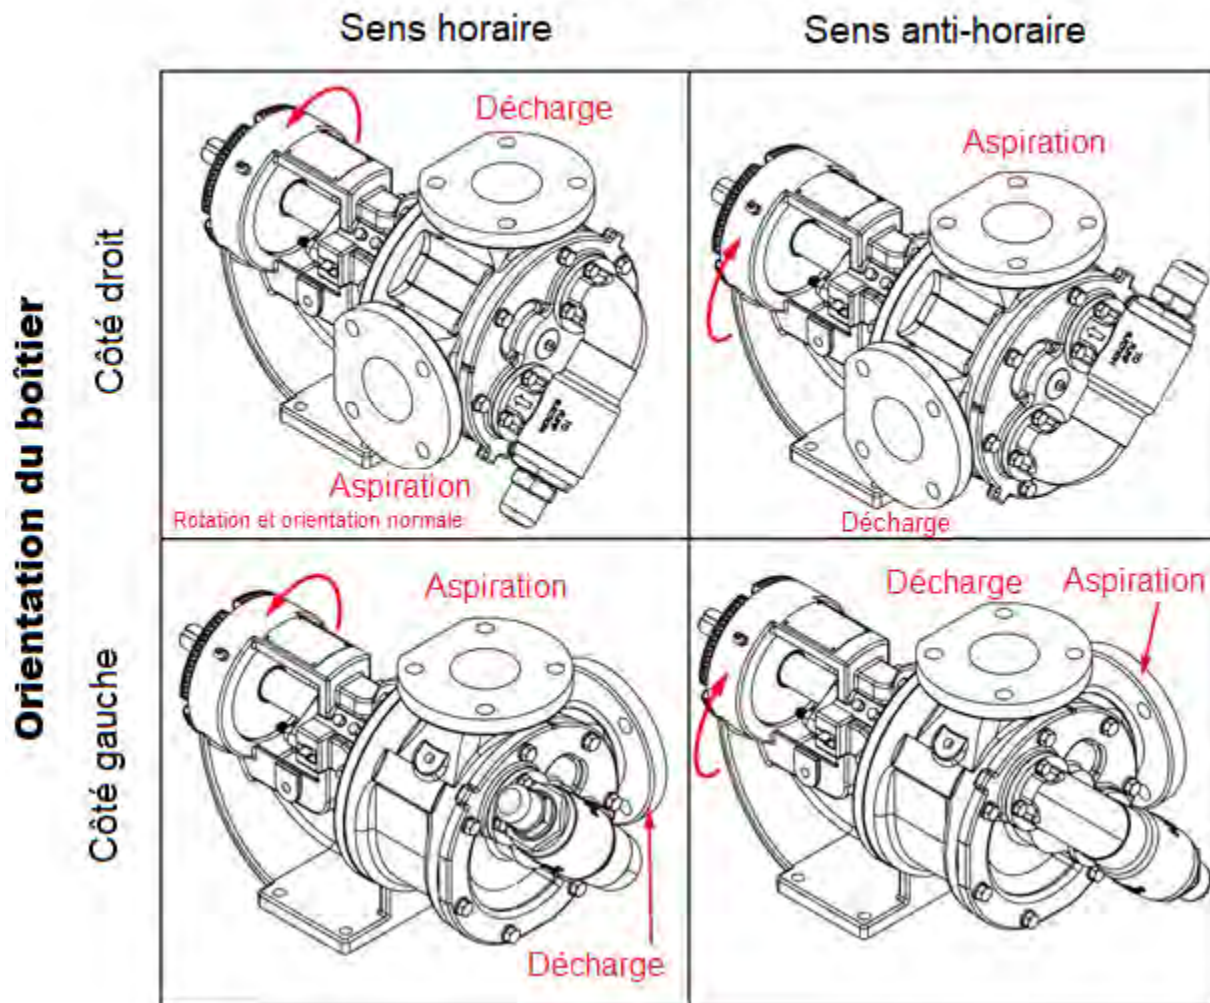

Figure 6-4: Configurations des sections humides
Il existe quatre différentes configurations de section humide pour la pompe VV40. Se référer à la Figure 6-4 pour les différentes configurations. Les configurations dépendent de deux variables, l'orientation du boîtier et la rotation de l'arbre. Il est important de comprendre les configurations pour l'installation du boîtier sur le
La pompe peut fonctionner aussi bien dans le sens des aiguilles d'une montre ou dans le sens contraire des aiguilles d'une montre. L'orifice souhaité pour l'aspiration détermine la rotation de l'arbre. L'orifice le plus proche de l'endroit où les éléments de pompage (dents de l'engrenage) sortent du maillage est l'orifice d'aspiration. Si elle est équipée d'une soupape de décharge de pression, assurez-vous que le bouton de réglage se trouve à proximité de l'orifice d'aspiration. Voir la Figure 6-4 pour illustration.
5. Bonne rotation de la pompe comme souhaitée, voir Figure 6-4 à la page 16.